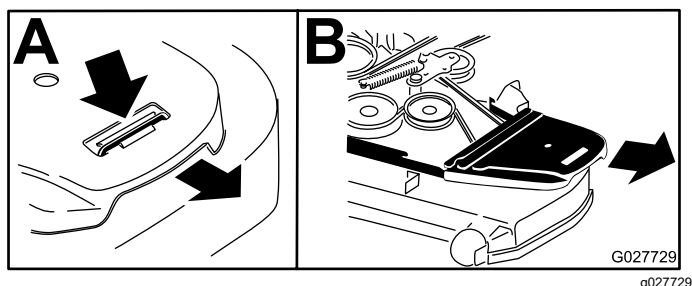

Figura 77
4. Retire las cubiertas de la correa (Figura 77).